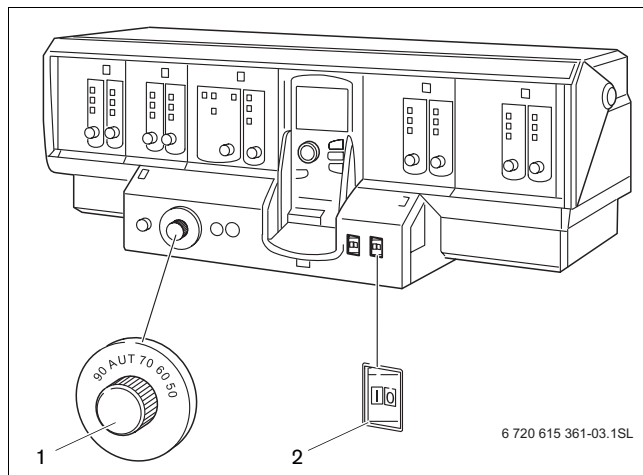

Fig. 2 Unidade de regulação (por ex.: Logamatic 4321)
Coloque a sua caldeira de aquecimento em funcionamento através do aparelho de regulação (no exemplo, fig 2: Logamatic 4321). Com a colocação do aparelho de regulação em funcionamento, o queimador activa-se automaticamente. O queimador pode ser ligado, em seguida, pelo aparelho de regulação.
Coloque a sua caldeira de aquecimento fora de serviço a partir do aparelho de regulação (por ex. aparelho de regulação Logamatic 4321, → fig 2, página 7). Ao desactivar o aparelho de regulação, o queimador é automaticamente desligado.
- ▶ Colocar o interruptor de funcionamento (→ fig. 2, [2], página 7) na posição "0" (DESLIGADO).